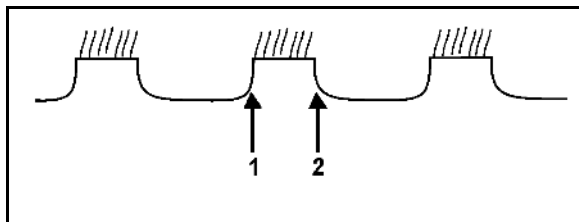

Рис. 49
Для этого имеются в распоряжении 6 гнезд (Рис. 49).
3. Ослабьте пружинный фиксатор (Рис. 49/1).
4. Поставьте эксцентриковый палец (Рис. 49/2) в нужное гнездо.
- Удобное место для крепления маркировано стрелкой (Рис. 49/3).